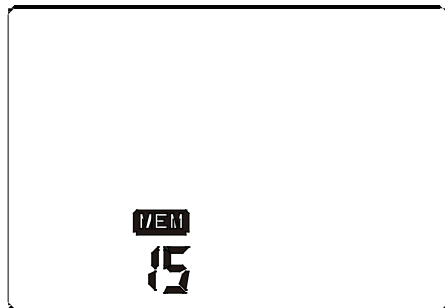

Figura 7
- a. Após a medição, é possível rever as medições salvas na unidade de memória pressionando o botão “MEM”. A tela LCD mostra então todos os resultados presentes na unidade de memória atual. Ver figura 7.